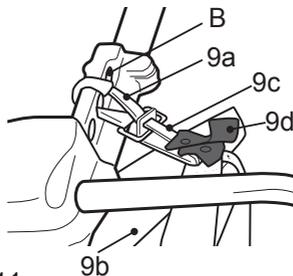

Fig. 11
- > Accrochez le mousqueton (9a) à celle des trois boucles (B) qui convient le mieux à votre taille (fig. 11).